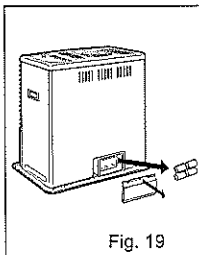

Fig. 19
- (1) Agite y enjuague el interior del tanque con apenas un poco del querosén remanente; luego, vierta en contenido del tanque en su totalidad. El agua rara vez se mezcla con el querosén y provocaría óxido dentro del tanque. Retiro el querosén y seque bien el interior del tanque.
- (2) Una vez que no haya más querosén en el calefactor, enciéndalo y mantenga la mecha ardiendo. Cuando el calor rojo del cilindro externo se debilite, mantenga la mecha bien arriba hasta que se queme por completo (en alrededor de una hora).
- (3) Después de retirar el quemador y las baterías, saque el montaje del portamecha de la reserva de combustible, seque bien el interior de la esta última. Retire el carbono acumulado en el portamecha y/o el hollín adherido al quemador con un cepillo o un destornillador.
- (4) Después de limpiar el calefactor, vuelva a armarlo. Acuérdesse de rearmar el montaje del portamecha de manera que el espacio entre el montaje del portamecha y la guía circular de la mecha sea uniforme en todo el perímetro (remítase a la página 12, "Reemplazo de la mecha", Paso 20).
- (5) Deben sacarse las baterías del compartimiento para las baterías porque pueden perder y corroer el calefactor. (Fig. 19).
- (6) Guarde el calefactor de querosén con el dispositivo de apagado automático de seguridad desactivado y con la mecha baja.